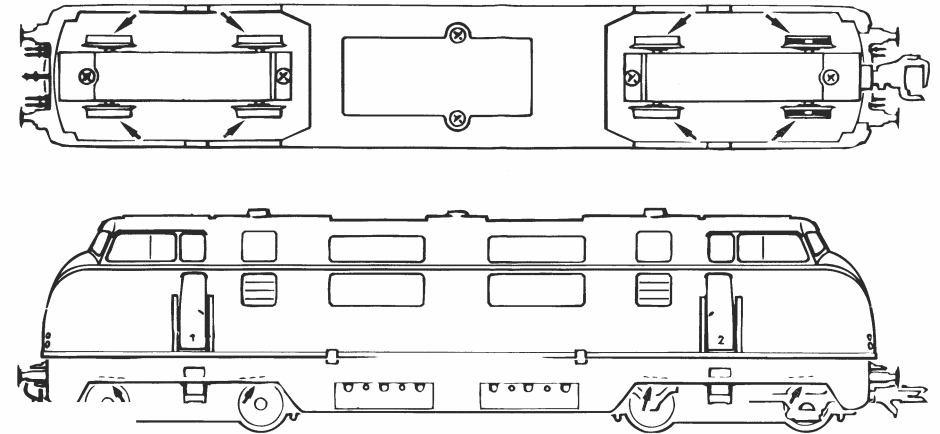

Fig. 4
5. Kohlebürstenwechsel: Lokgehäuse abnehmen (Fig. 4). Danach wird der **Motor ausgebaut** (Fig. 10) und die **Kohlebürsten ausgewechselt**.
Exploitation en télécommande multi-trains: Veuillez démonter d'abord la caisse (fig. 4). Enlevez ensuite la fiche de shuntage de l'interface (à conserver!) et enfichez finalement la fiche du module de télécommande aux prises de l'interface. Veuillez à la position correcte de la fiche (voir fig. 6).
N'appliquez **qu'une tout petite goutte** aux endroits indiqués par le plan de graissage (fig. 9) après avoir démonté la caisse de la locomotive (fig. 4). Nous vous recommandons le **graisseur à huile ROCO réf. 10906**. Pour graisser les engrenages (roues dentées, vis sans fin,...) nous vous conseillons la **graisse spéciale Roco ref. 10905** pour engrenages en matières synthétiques. Lorsque vous utilisez cette graisse il faut éviter d'huiler ces composants.
3. Remplacement des ampoules: Veuillez démonter d'abord la caisse de votre locomotive (fig. 4), puis vous pouvez **échanger les ampoules** (voir fig. 7).
5. Remplacement des balais du moteur: Démontez la caisse (voir fig. 4). Sortez ensuite le moteur de son logement (voir fig. 10) et échangez finalement le balais.
Running in digital mode: First remove loco body (fig. 4). Then remove the jumper from the interface. Finally put the plug of the chip into the interface as shown in fig. 6.
2. Lubrication: Apply **tiny oil drops** to spots marked in fig. 9. Prior to lubrication dismantle locomotive (fig. 4). We recommend using item no **10906, Roco oiler**. For lubrication the gear-parts (e.g. cog-wheels, worm,...) we would recommend our Roco **special grease** (item No. **10905**).
3. Change of lights: First remove loco body (fig. 4) and then change **lights**. (fig. 7).
5. Carbon Brush Changing: First **remove** loco body (fig. 4), and then the **motor** (fig. 10).
1. $\left. \begin{array}{l} \text{siehe} \\ \text{see} \\ \text{voir} \end{array} \right\} \text{Fig. 4}$